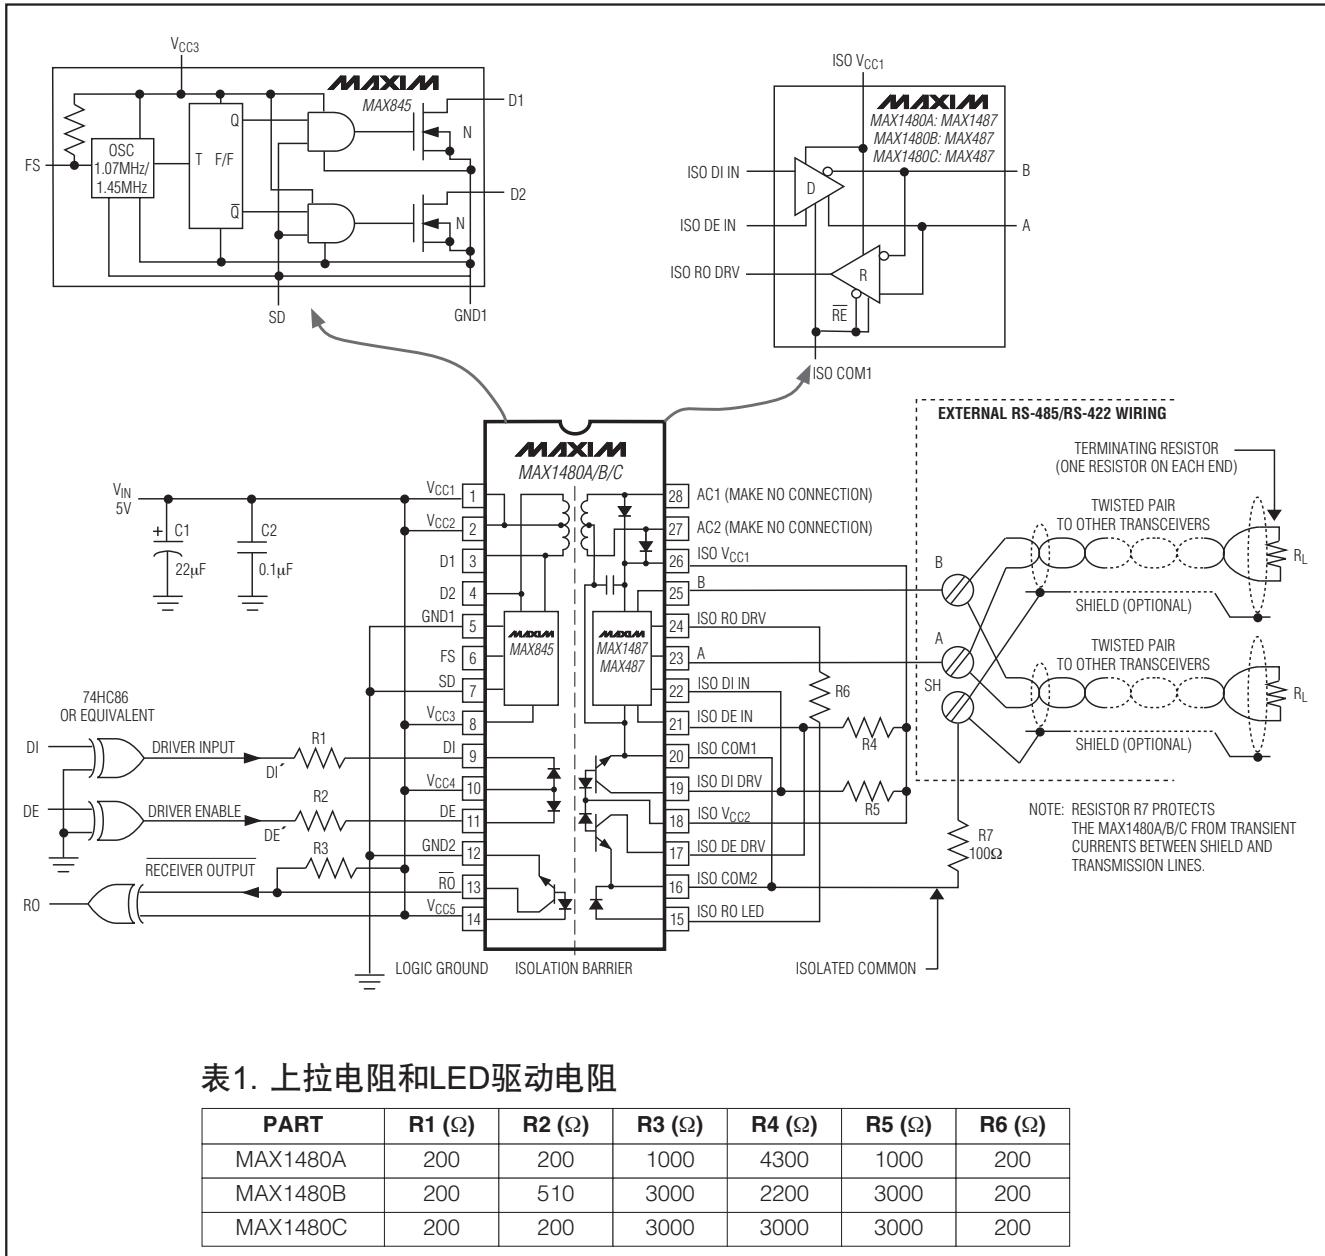
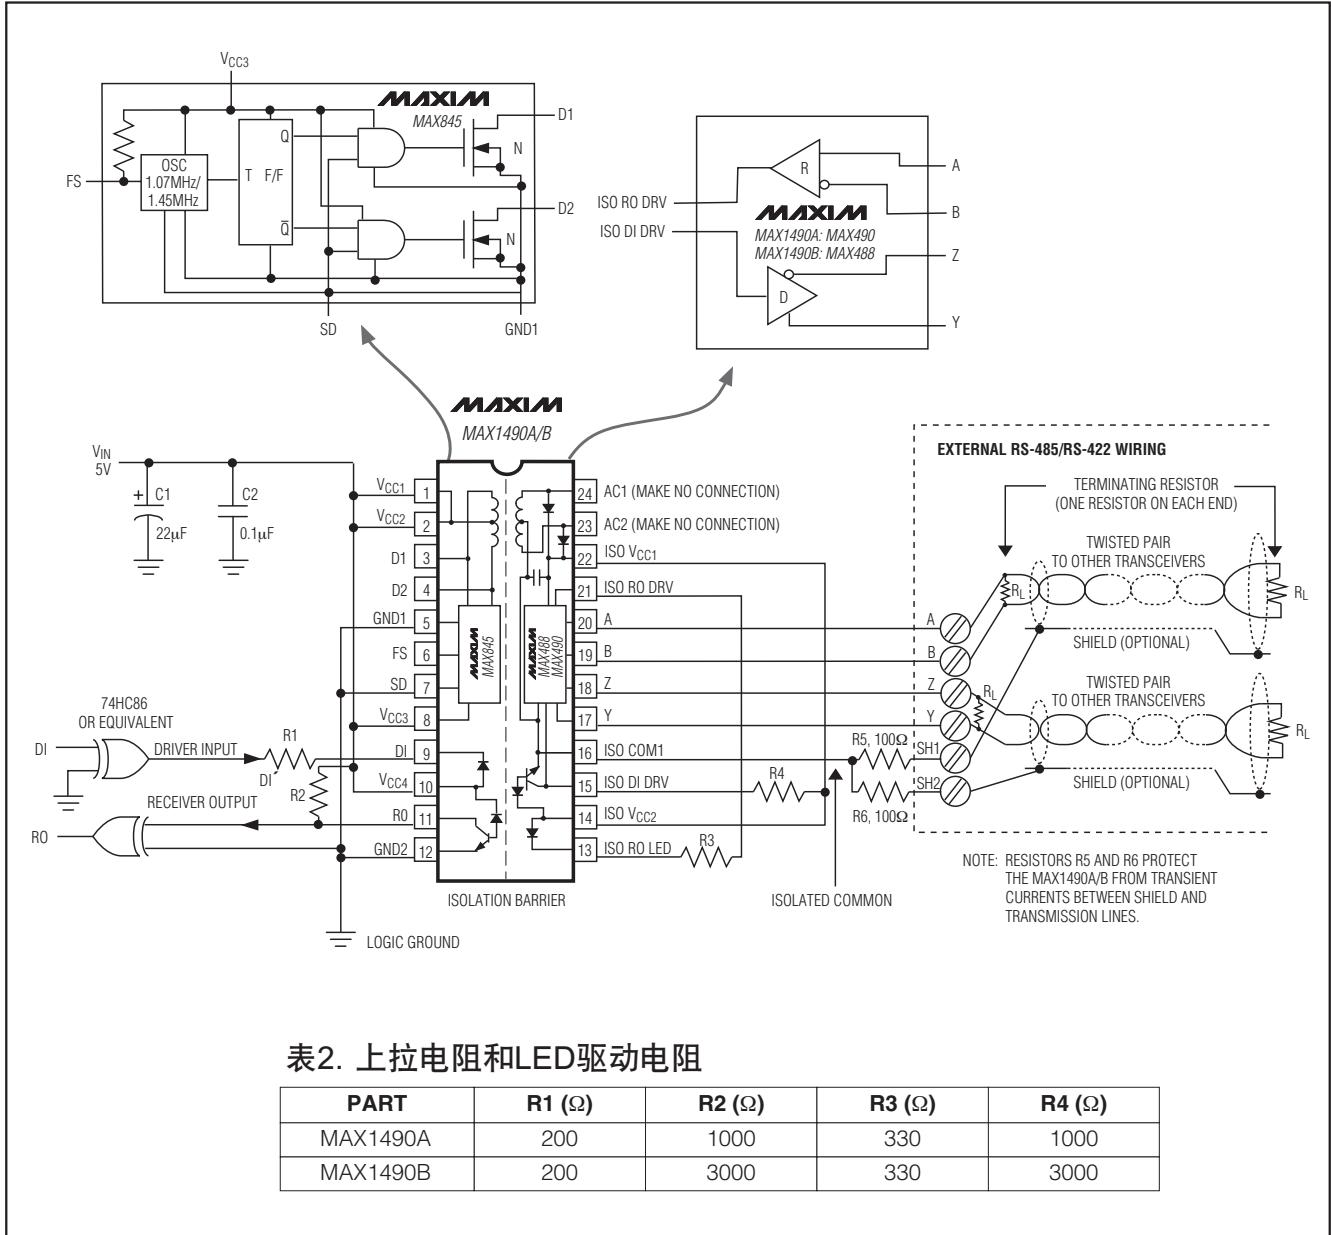
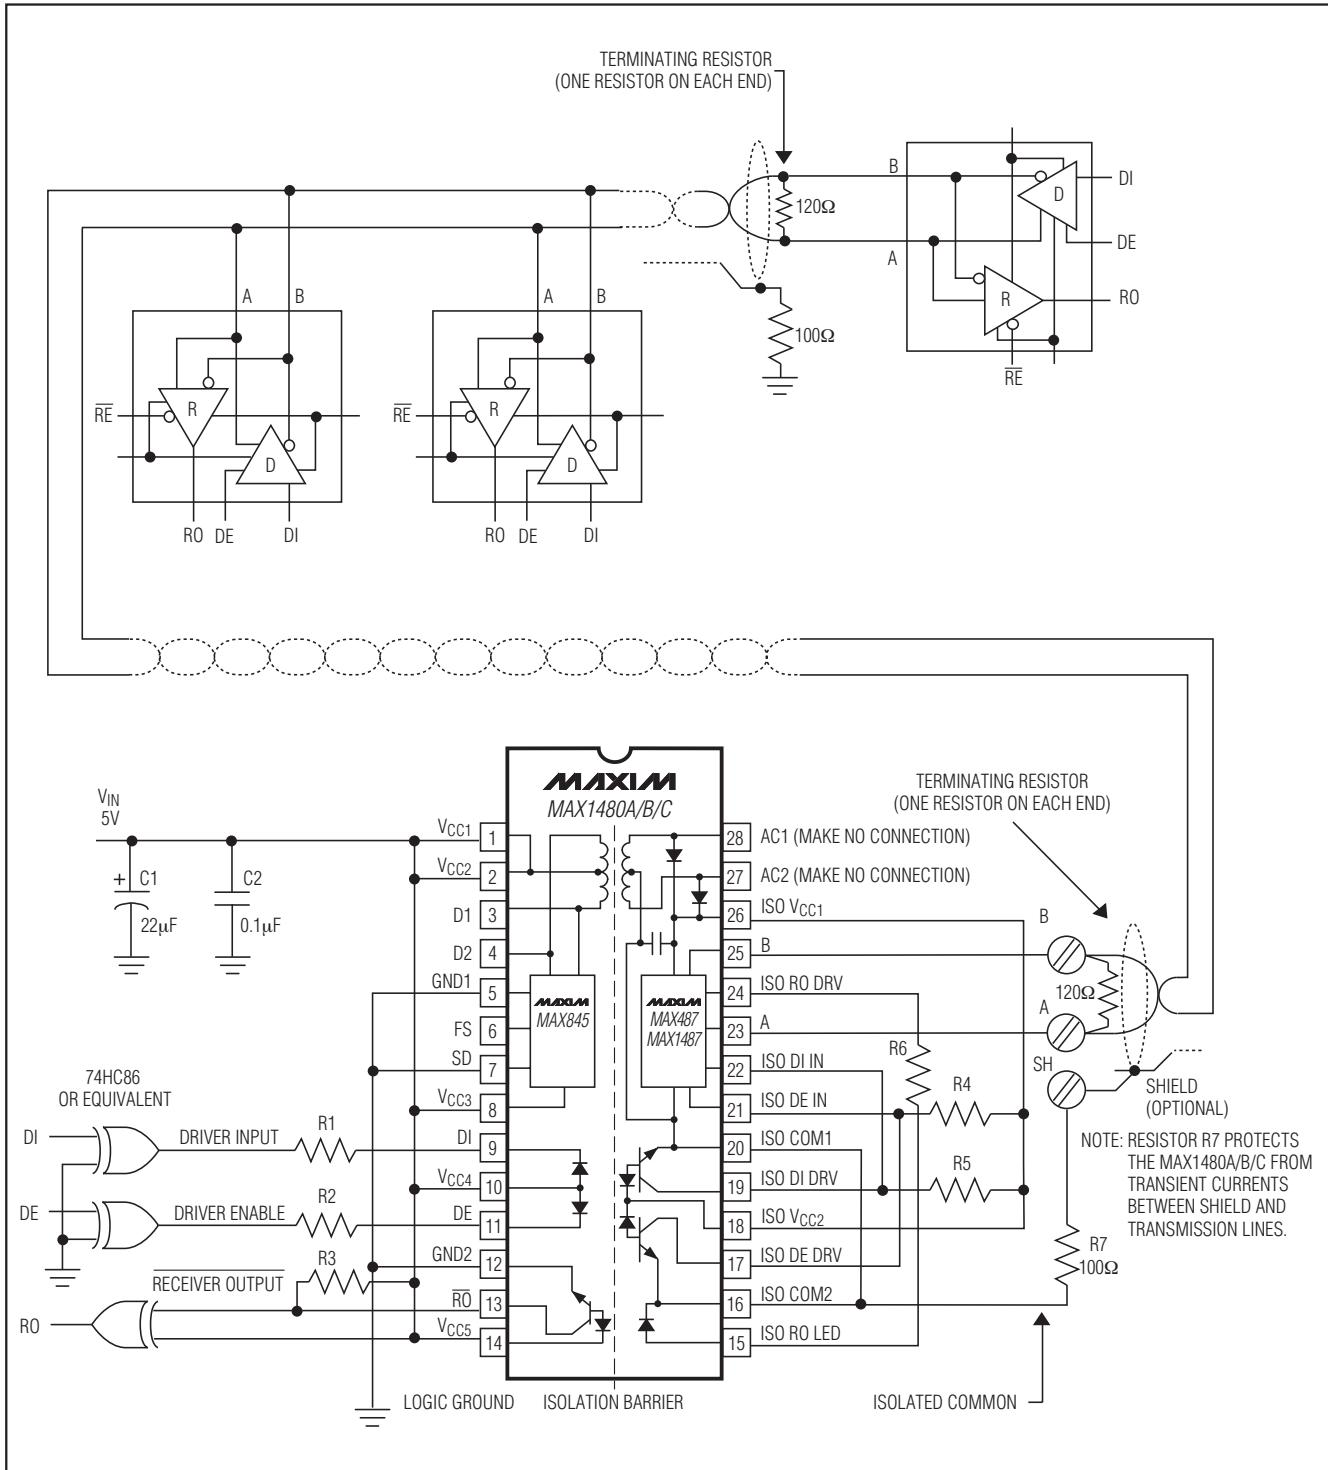
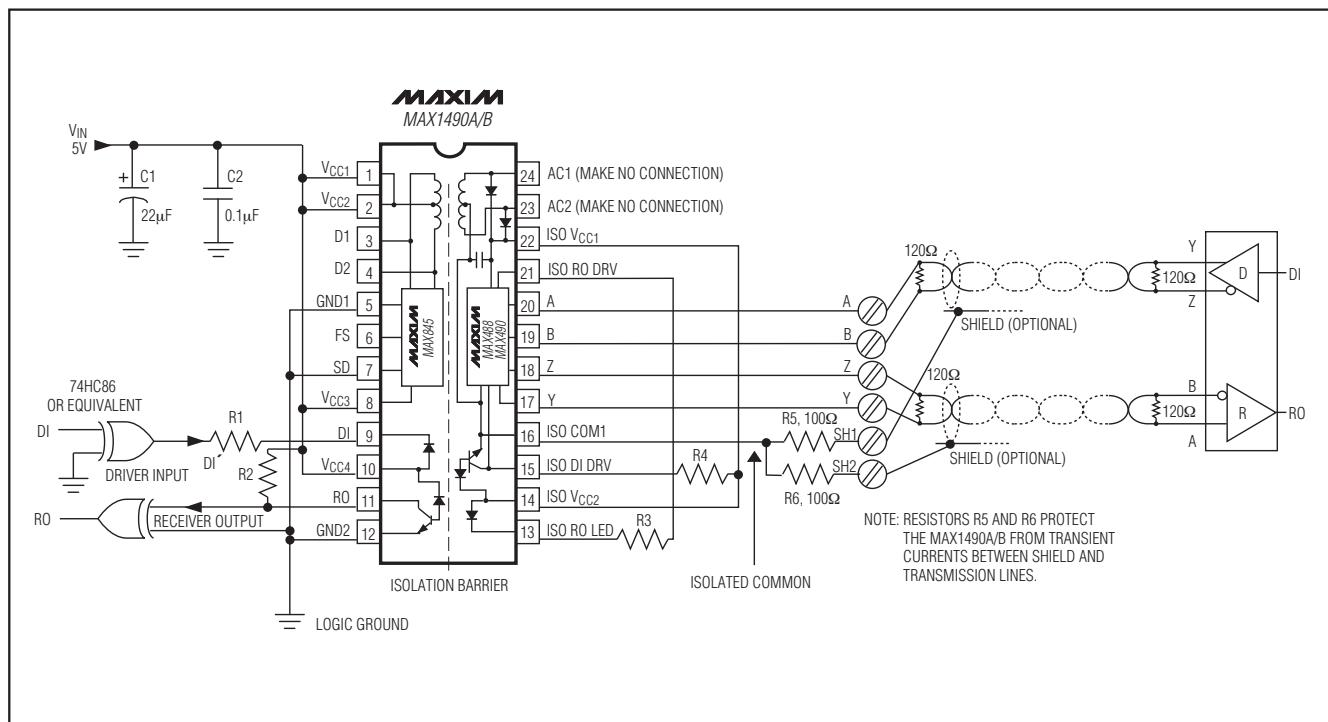

图1. MAX1480A/MAX1480B/MAX1480C详细原理图和典型应用电路
图2. MAX1490A/MAX1490B详细原理图和典型应用电路
图13. 典型的半双工RS-485/RS-422网络
图14. 典型的全双工RS-485/RS-422网络
Note 2: For DE' and DI' pin descriptions, see *Detailed Block Diagram and Typical Application Circuit* (Figure 1 for MAX1480A/
注：关于DE'和DI'引脚的说明，请参见详细原理图和典型应用电路部分(MAX1480A/B/C如图1所示，MAX1490A/B如图2所示)。
MAX1480A/MAX1480B/MAX1480C/MAX1490A/MAX1490B是完备的电气隔离型RS-485/RS-422数据通信接口解决方案。收发器、光耦、电源驱动器和变压器集成在一个标准的28引脚DIP封装内(MAX1490A/B为24引脚)，提供完备的接口方案。信号和电源通过电气隔离在内部传输(图1和图2)。电源从逻辑侧(非隔离侧)通过一个中心抽头变压器传输到电气隔离侧。信号通过高速光耦实现电气隔离。逻辑侧的+5V单电源为接口两侧电路供电。MAX1480A/B/C提供半双工通信，MAX1490A/B则支持全双工通信。输入/输出的对应关系如表3至表6所示。
*关于DE'和DI'引脚的说明，请参考详细原理图和典型应用电路部分(MAX1480A/B/C参见图1，MAX1490A/B参见图2)。
MAX1480A/MAX1480B/MAX1480C设计用于多点总线传输网络的双向数据通信。MAX1490A/MAX1490B设计用于点对点全双工、双向通信。图13和图14分别为半双工、全双工网络的典型应用电路。为了将反射降至最小，线路两端采用阻值等于特征阻抗的电阻进行端接，并使主干线的分支长度尽可能短。摆率受限的MAX1480B/MAX1480C/MAX1490B对于终端不匹配和主干线分支的容差能力更强。
MAX1480A/MAX1480B/MAX1480C/MAX1490A/MAX1490B按照图1中的表1和图2中的表2所提供的电阻值构建电路并测试规格参数，改变所推荐的电阻值会降低性能。
隔离公共端可以相对于逻辑地和有效的网络地完全悬浮。接收器输入电阻将使隔离公共端的电压达到接收器输入的平均电压。如果使用屏蔽电缆，可以将隔离公共端通过一个 100Ω 电阻连接到电缆的屏蔽层。对于MAX1490，每个屏蔽层都应该接 100Ω 电阻(图1、图2、图13和图14)。